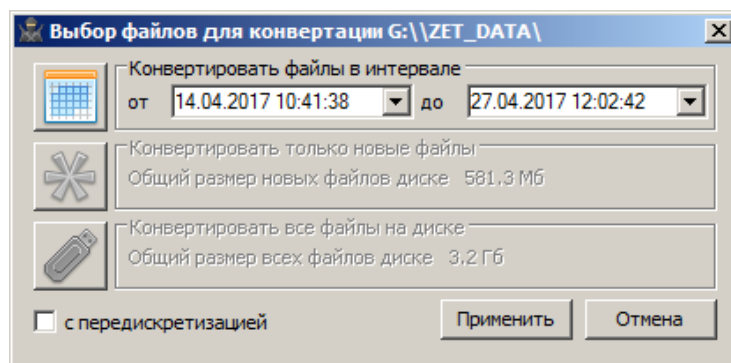
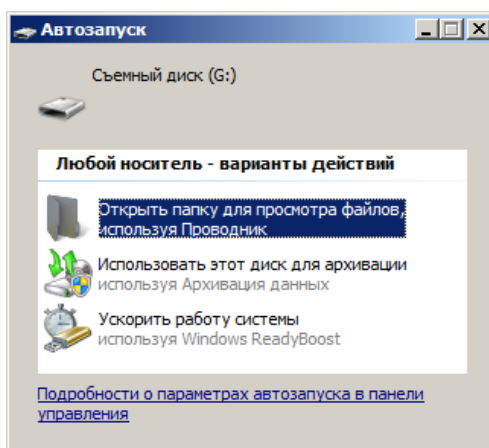

Рис. 2.10 Окно программы «Выбор файлов для конвертации»
Рис. 2.11 Окно программы «Автозапуск»
- соединить разъем «SD» виброметра с любым свободным портом USB на компьютере при помощи кабеля USB 2.0 после чего автоматически активируются окна программ «Выбор файлов для конвертации» (Рис. 2.10) и «Автозапуск» (Рис. 2.11);